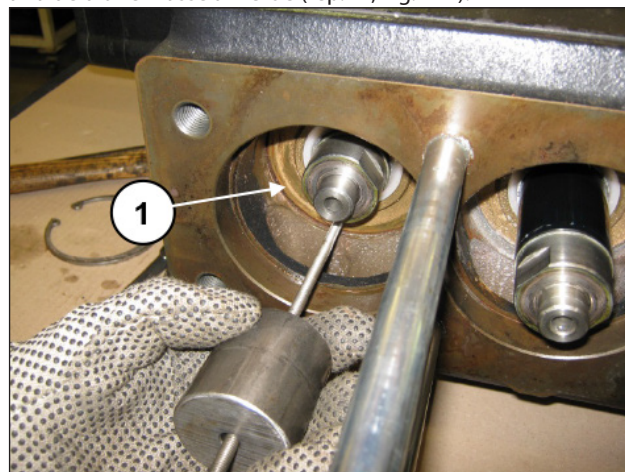

Fig. 111
Extraire le support du racleur. Pour faciliter l'extraction, utiliser les trous taraudés frontaux M5 pour appliquer une tige filetée à l'aide d'une masse à inertie (rep. ①, Fig. 111).